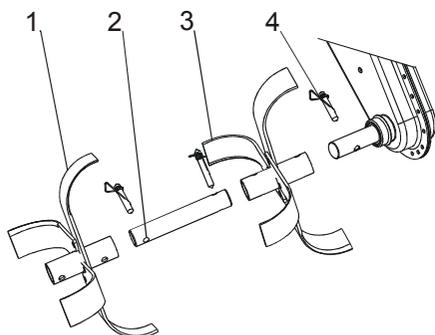

Рисунок 6.2 – Культиватор
5.6 Культиваторы (рисунок 6.2) предназначены для рыхления почвы.
(рисунок 6.2) во втулку фрезы культиваторной 1, совместив отверстие в валике с отверстием во втулке, вставьте стопор 4 и зафиксируйте его; - расположите фрезу культиваторную 3 так, чтобы острые кромки ножей фрез культиваторных были направлены в одну сторону;